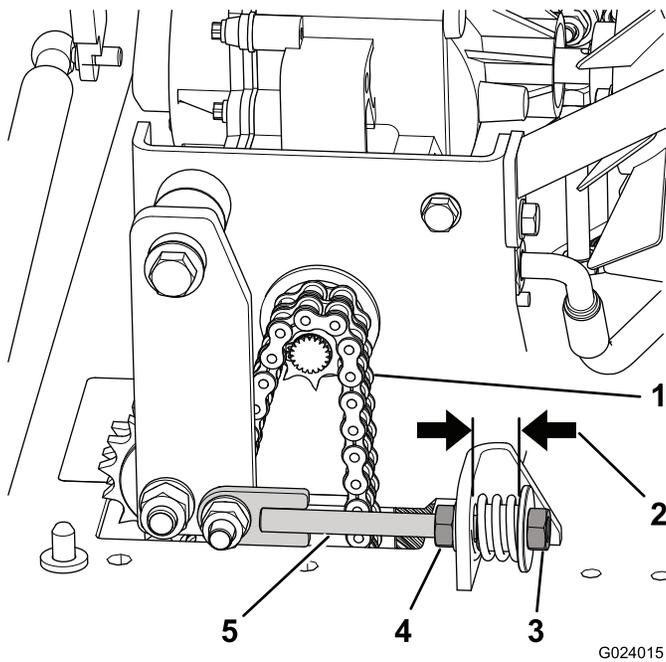

Figura 34
- Afloje la contratuerca de la varilla tensora (Figura 34).
- Afloje o apriete la tuerca tensora hasta que la distancia entre el espaciador y el soporte fijo sea de 19 mm; consulte Figura 34.